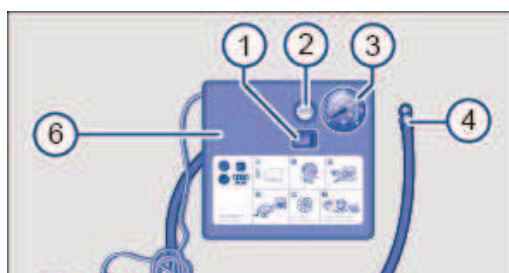

Fig. 232 Schéma de principe : compresseur du kit de crevaison
Le compresseur du kit de crevaison comprend les éléments suivants → Fig. 232 :
- Vissez fermement le flexible de remplissage du pneu ⇒ Fig. 232② du compresseur d'air sur la valve du pneu.
- Vérifiez que la vis de décharge de pression d'air ⇒ Fig. 232② est fermée.
- Branchez la fiche 12 V ⇒ Fig. 232② dans une prise de courant 12 V du véhicule ⇒ Prises de courant.
- Mettez en marche le compresseur d'air à l'aide de l'interrupteur MARCHE/ARRÊT ⇒ Fig. 232②.
- Faites fonctionner le compresseur d'air jusqu'à l'obtention d'une pression de 2,0 à 2,5 bars (29 – 36 psi/200 – 250 kPa) ⇒ . Durée maximale de fonctionnement : 8 minutes ⇒ ①.
Raccordez à nouveau le flexible de remplissage du pneu → Fig. 232④ et consultez la pression de gonflage indiquée sur l'indicateur de pression de gonflage ⑤.